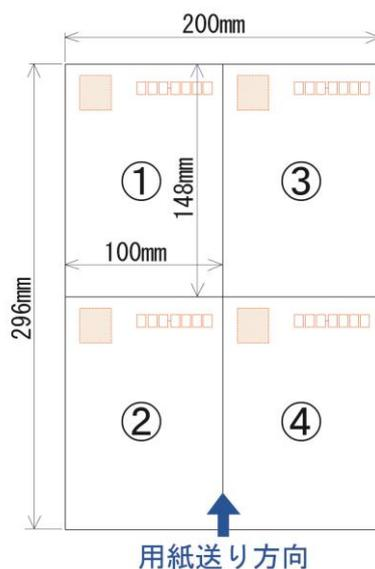

図 7-4-3-1
まずは、送り方向（長辺方向）のカット寸法はデフォルトのまま1枚テストカットします。カットした4枚のはがきをカット前と同じ状態に並べて（図7-4-3-1）、①と②に寸法差がある場合は、先端余白寸法調整をおこなってカット寸法を微調整します。